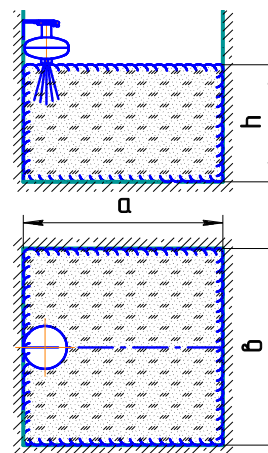

Рисунок 5
**Параметры тушения МПП потолочного крепления (см. рисунок 5)**